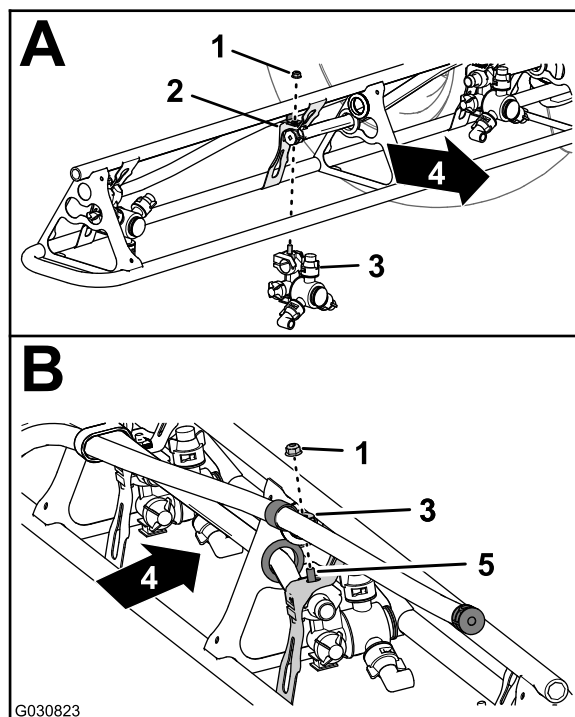

Рисунок 131
- В положениях сопел 1 и 4 установите распылительное сопло на крепление сопла (вид А на Рисунок 131) при помощи фланцевой контргайки (5/16 дюйма), снятой при выполнении пункта 2 раздела Демонтаж распылительных сопел с наружных секций опрыскивателя (страница 60).
- В положениях сопел 2 и 3 установите распылительное сопло на крепление сопла (вид А и В на Рисунок 131) при помощи фланцевой контргайки (5/16 дюйма), снятой при выполнении пункта 2 раздела Демонтаж распылительных сопел с наружных секций опрыскивателя (страница 60).